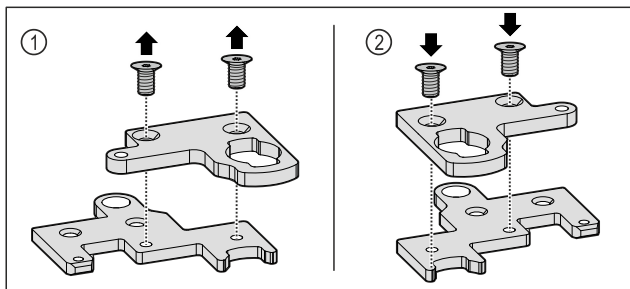

Fig. 34
- ▶ Demontujte dvojdielny uholník závesu. Fig. 34 (1)
- ▶ Opäť namontujte dvojdielny uholník závesu otočený o 180°. Fig. 34 (2)